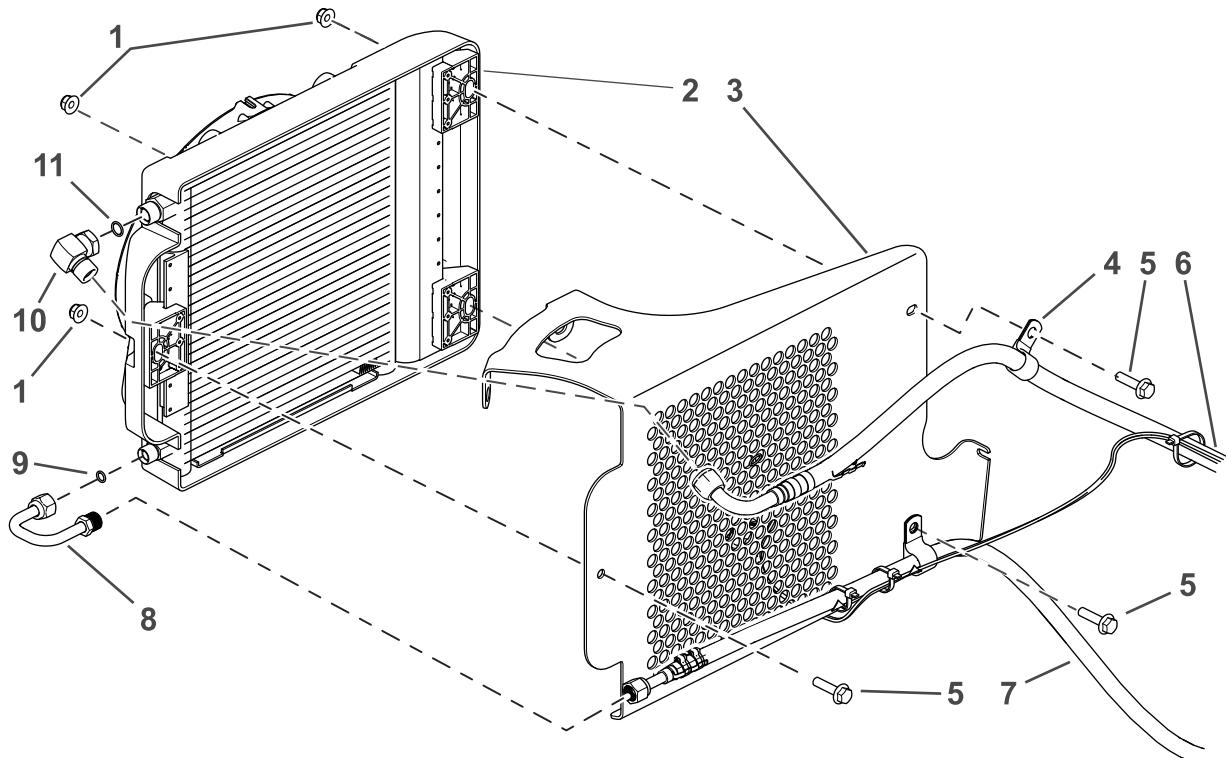

Figura 42
2. Instale a união de cotovelo de 90° (anel de retenção O-ring piloto, 08) e anel de retenção O-ring (08) na parte superior do condensador (Figura 42).
3. Instale a união de 180° e anel de retenção (06) na parte lateral do condensador (Figura 42).
4. Deslize os grampos em R sobre os tubos do condensador (Figura 42).
5. Instale o condensador no suporte do condensador com um parafuso (5/16 x 1¼ pol.) e a porca flangeada (5/16 pol.); consulte a (Figura 42). Aperte os parafusos com 22,6 N·m.
6. Instale o tubo do condensador que segue até à caixa do sistema AVAC (tubo inferior) no condensador utilizando um grampo em R, um parafuso (5/16 x 1¼ pol.) e uma porca flangeada (5/16 pol.); consulte a Figura 42.
10. Instale o tubo do condensador do compressor (tubo superior) no condensador utilizando um grampo em R, um parafuso (5/16 x 1 1/4 pol.) e uma porca flangeada (5/16 pol.); consulte a Figura 42.